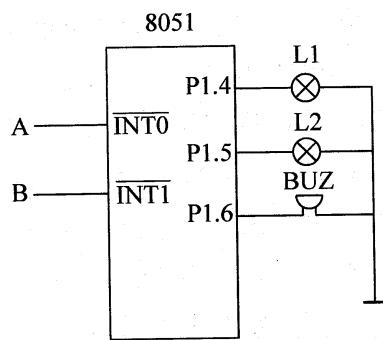

图 4.20 单片机应用系统原理图
8. 在图 4.20 单片机应用系统中, A, B 两路检测信号分别从 P3.2(INT0)和 P3.3(INT1)引入单片机,通常情况下,当 A,B 为高电平时,表示系统工作正常,指示灯 L1 亮;当 A 出现低电平时,指示灯 L1 灭,L2 以 500ms 的间隔闪烁,除非 A 再次变为高电平,系统恢复正常。无论在什么情况下,只要 B 出现低电平,关闭指示灯 L1,L2 以 200ms 的间隔闪烁,同时蜂鸣器 BUZ 以 200ms 的间隔鸣叫,除非 B 再次变为高电平,系统恢复正常。采用中断方式实现以上监控功能。